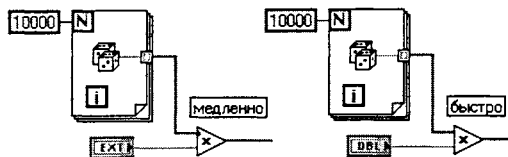

Рис. 28.2
4. Без необходимости старайтесь не применять ненужное приведение типов данных. Такое приведение отображается серыми точками на входах узлов. Иначе говоря, ожидаемый тип данных не соответствует тому, что подан на вход функции. На рис. 28.2 показан пример. Несмотря на то, что LabVIEW может принимать практически любые типы данных (используется полиморфизм), результатом этого всегда является потеря скорости и использование больше памяти, поскольку возникает необходимость делать копии данных. Особенно это актуально для больших массивов.